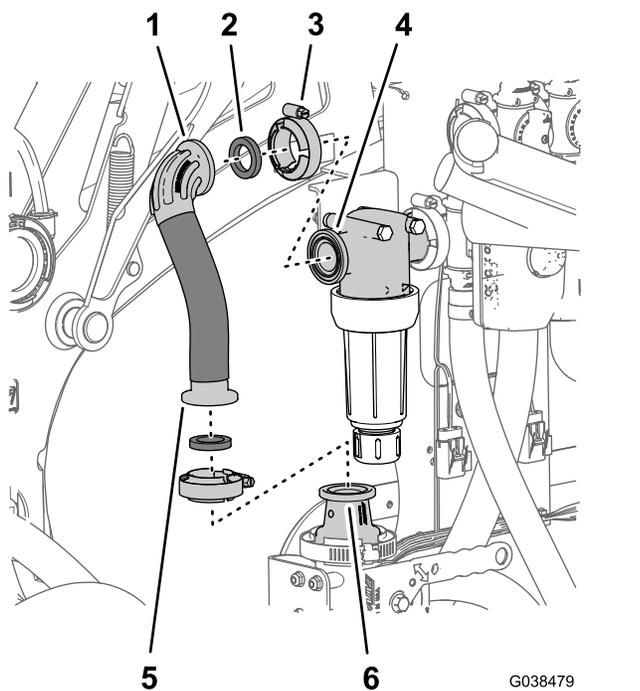

Figure 76
1. Placez le raccord cannelé droit du flexible d'alimentation supérieur (2,5 x 22 cm) et un joint (1" x 1 3/8") en face de la bride de l'adaptateur sur la vanne de coupure du mélangeur (Figure 76).
2. Fixez légèrement le flexible sur l'adaptateur (Figure 76) à l'aide d'un collier bride (40 à 64 mm).
3. Placez le raccord coudé à 90° à bride du flexible d'alimentation supérieur et le joint en face de la bride de la tête de filtre (Figure 76).
4. Fixez le raccord coudé à 90° à bride de la tête de filtre (Figure 76) avec un collier bride (40 à 64 mm).
5. Serrez le collier bride qui fixe le raccord cannelé droit du flexible d'alimentation supérieur à l'adaptateur de la vanne de coupure du mélangeur (Figure 76).